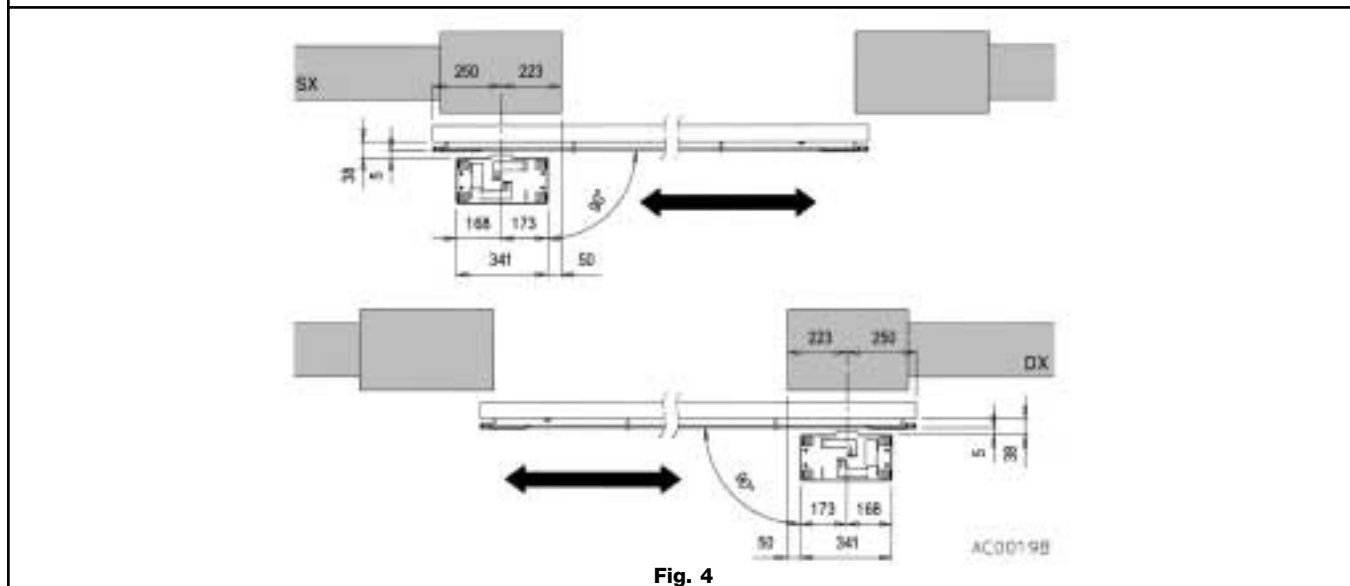
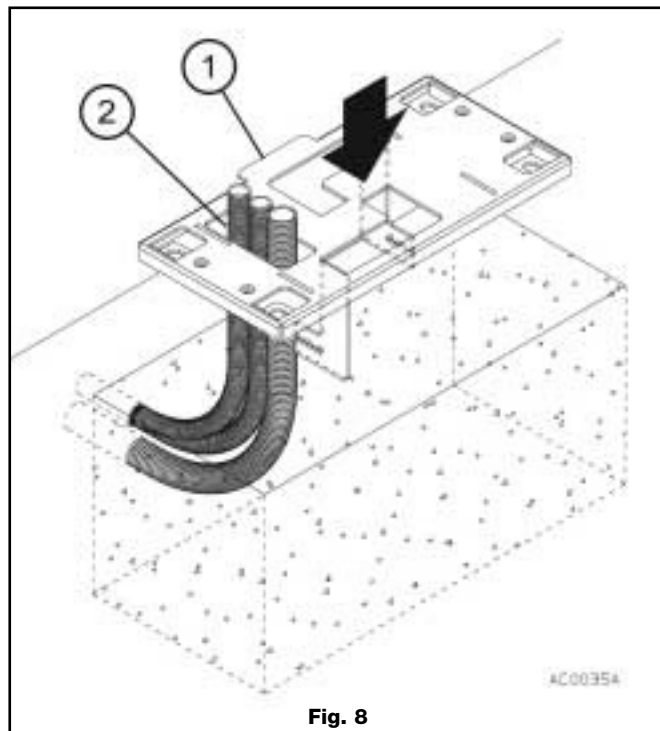

Fig. 4
Fig. 8
- Respecter les cotes prévues à la fig. 4 pour ce qui concerne la position de la plaque d'ancrage du moto-réducteur.
- Réaliser une excavation suffisamment large pour contenir la base cimentée qui sera adaptée à la plaque d'ancrage du moto-réducteur, en respectant les cotes spécifiées aux fig. 4 et 5.
- Lorsque le béton a été coulé, placer la plaque d'ancrage orientée de façon à ce que la languette (1 fig. 8) soit tournée vers le portail, plonger ensuite les Pattes de scellement dans le béton en insérant les fourreaux des câbles électriques dans le trou (2 fig. 8).
- a1) Placer la plaque d'ancrage sur la base cimentée en respectant les valeurs prévues aux figures 4 et 5 avec la languette (1 fig. 8) tournée vers le portail.
- La plaque d'ancrage doit être scellée à au moins 99 mm au-dessous du profil des dents et à 5 mm du profil externe de la crémaillère sur la base de ce qui est spécifié au niveau des fig. 4 e 5, afin de pouvoir insérer directement le pignon au-dessous de la crémaillère.